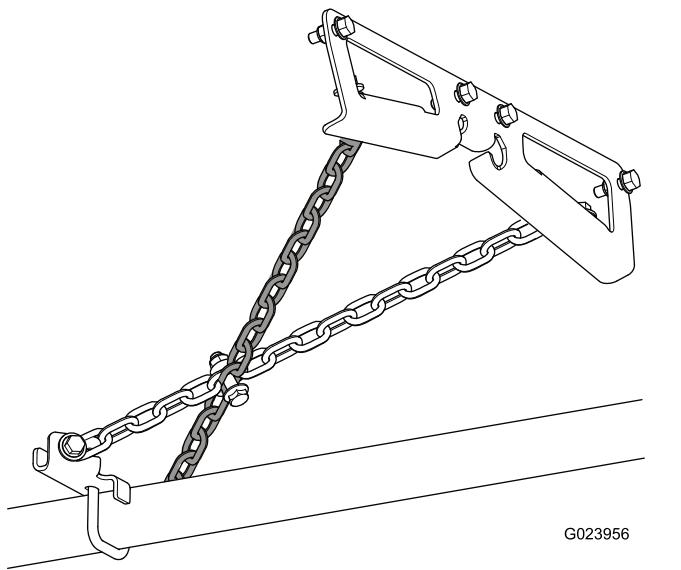

Figure 15
**Remarque:** Veillez à croiser les chaînes comme montré à la Figure 15.